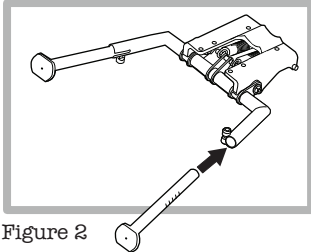

Figure 2
1. Installez les pieds de la béquille dans le cadre de la béquille. Remarque : les pieds gauche et droit de la béquille sont uniques, de sorte qu'ils reposent à plat sur le sol une fois la béquille déployée. Pour la configuration initiale, introduisez les pieds de la béquille jusqu'au troisième repère d'introduction de sorte qu'un seul repère reste visible (figure 2). Posez le bord des pieds de la béquille sur une surface plane et faites-les pivoter de manière à ce qu'ils soient parallèles l'un par rapport à l'autre et au même niveau que la surface. Pour sécuriser l'installation, serrez les vis de pincement (à l'aide d'une clé hexagonale de 5 mm) à 7 Nm.